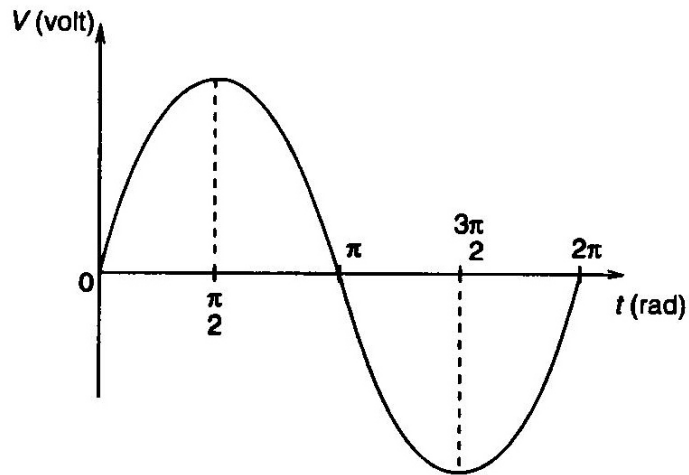

Figure 3 – Cycle de tension exprimé en radians
b) En radians (rad) (un cycle correspond à  $2\pi$  rad) (figure 3).